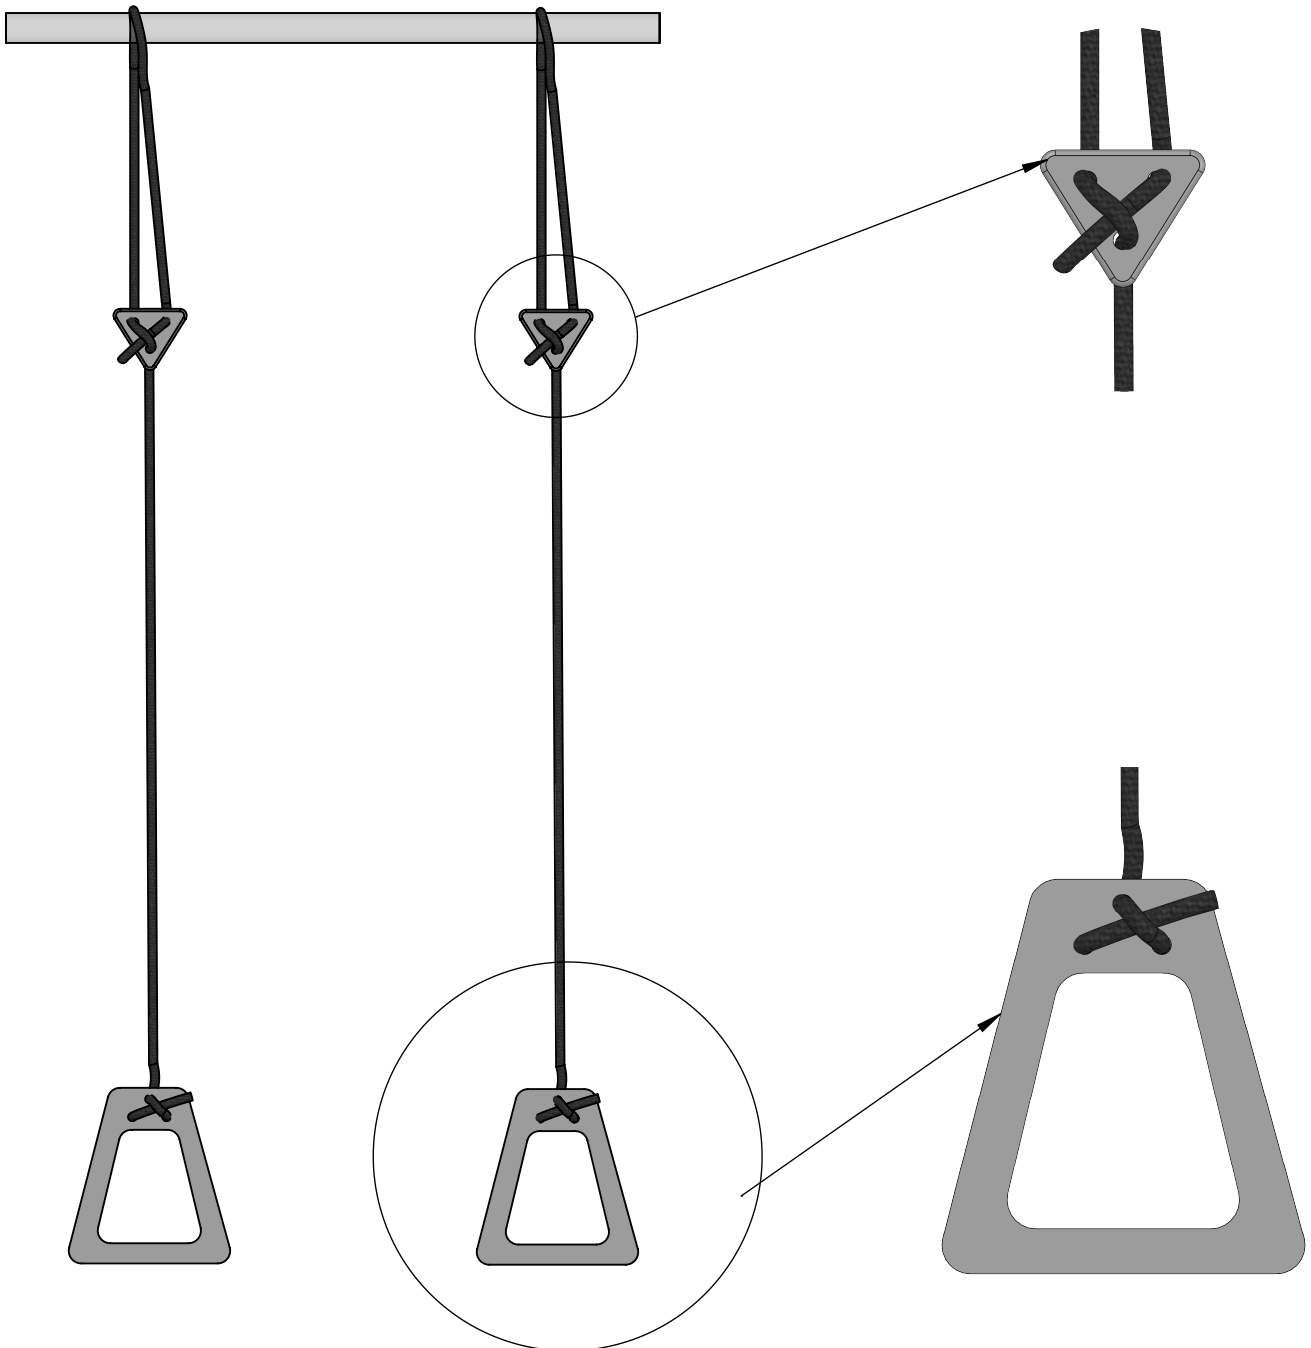

Abbildung 1
1. Lösen Sie den Knoten der OBEREN Seilsperre, indem Sie das Seil nach oben ziehen. (vgl. Abb.1) Passen Sie NICHT die untere Seilsperre bei den Griffen an.